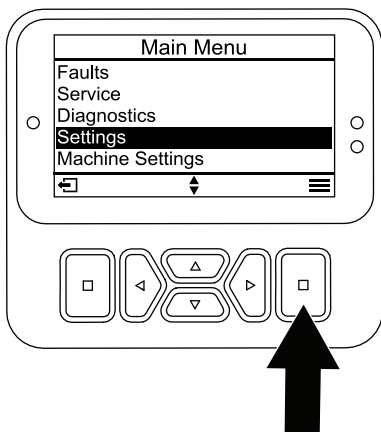

Bild 20
1. Blättern Sie vom HAUPTMENÜ zum Menü EINSTELLUNGEN und drücken Sie die Auswahl taste (Bild 20).